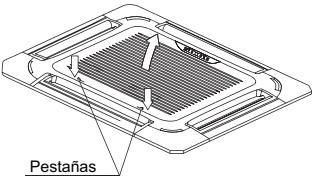

Fig.5-9
- Deslice las dos pestañas hasta el centro al mismo tiempo y después sáquelas hacia arriba. (vea la Fig.5-9)